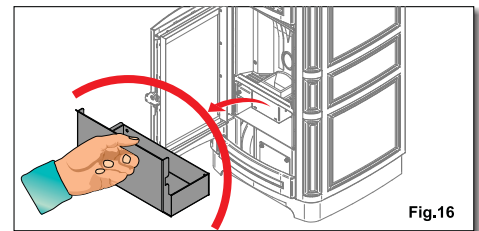

Fig.16
**PULIZIA DEL CASSETTO RACCOGLICENERE (fig.16)**: Eliminare le ceneri che si depositano all'interno del cassetto.